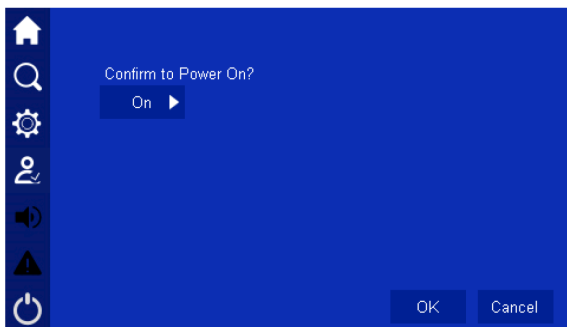

Figura 4-51 Confirmar para encender
- En el proceso de encendido, haga clic en el botón, ingresará a la página de ON / OFF, como se muestra en la Figura 4-51, haga clic en el botón Ok para realizar la operación de inicio.